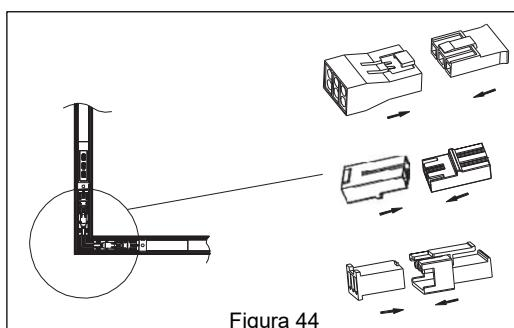

Figura 44
6. Haz una conexión eléctrica con conectores machos-hembras. *Ver Figura 44.*